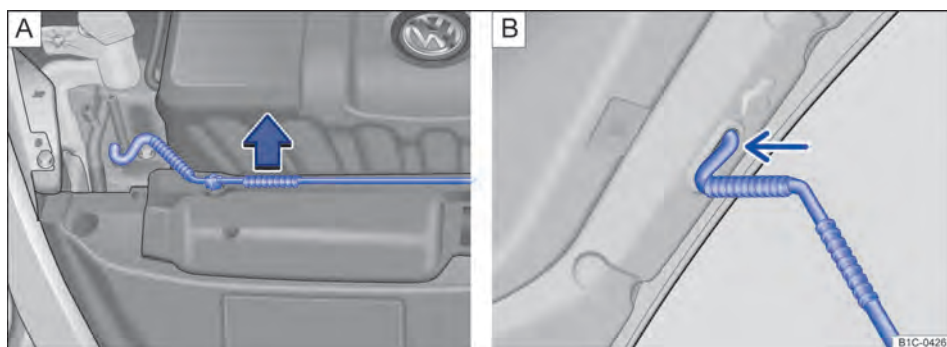

Fig. 130 A: suporte da haste de sustentação da tampa no compartimento do motor. B: tampa do compartimento do motor levantada.
- Retirar o apoio dobrável do suporte no sentido da seta ⇒ **Fig. 130 A** e encaixá-lo na abertura na tampa do compartimento do motor ⇒ **Fig. 130 B** (seta).
- Desenganchar o apoio dobrável e travá-lo no suporte no fecho ⇒ **Fig. 130 A**.